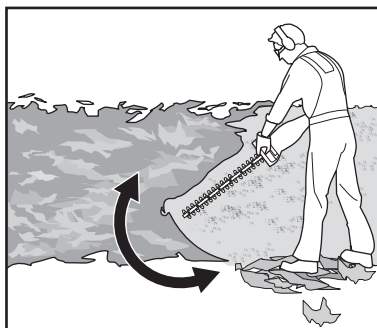

Fig. 5
3. Toujours tenir fermement le produit avec une main sur la poignée avant (4) et l'autre main sur la poignée arrière (6). Ne jamais faire fonctionner le produit avec une seule main.
5. Commencer par couper les deux côtés à partir du bas en remontant jusqu'au sommet. Cela empêche les débris de coupe de tomber dans la trajectoire du matériau qu'il reste à couper (Fig. 5).